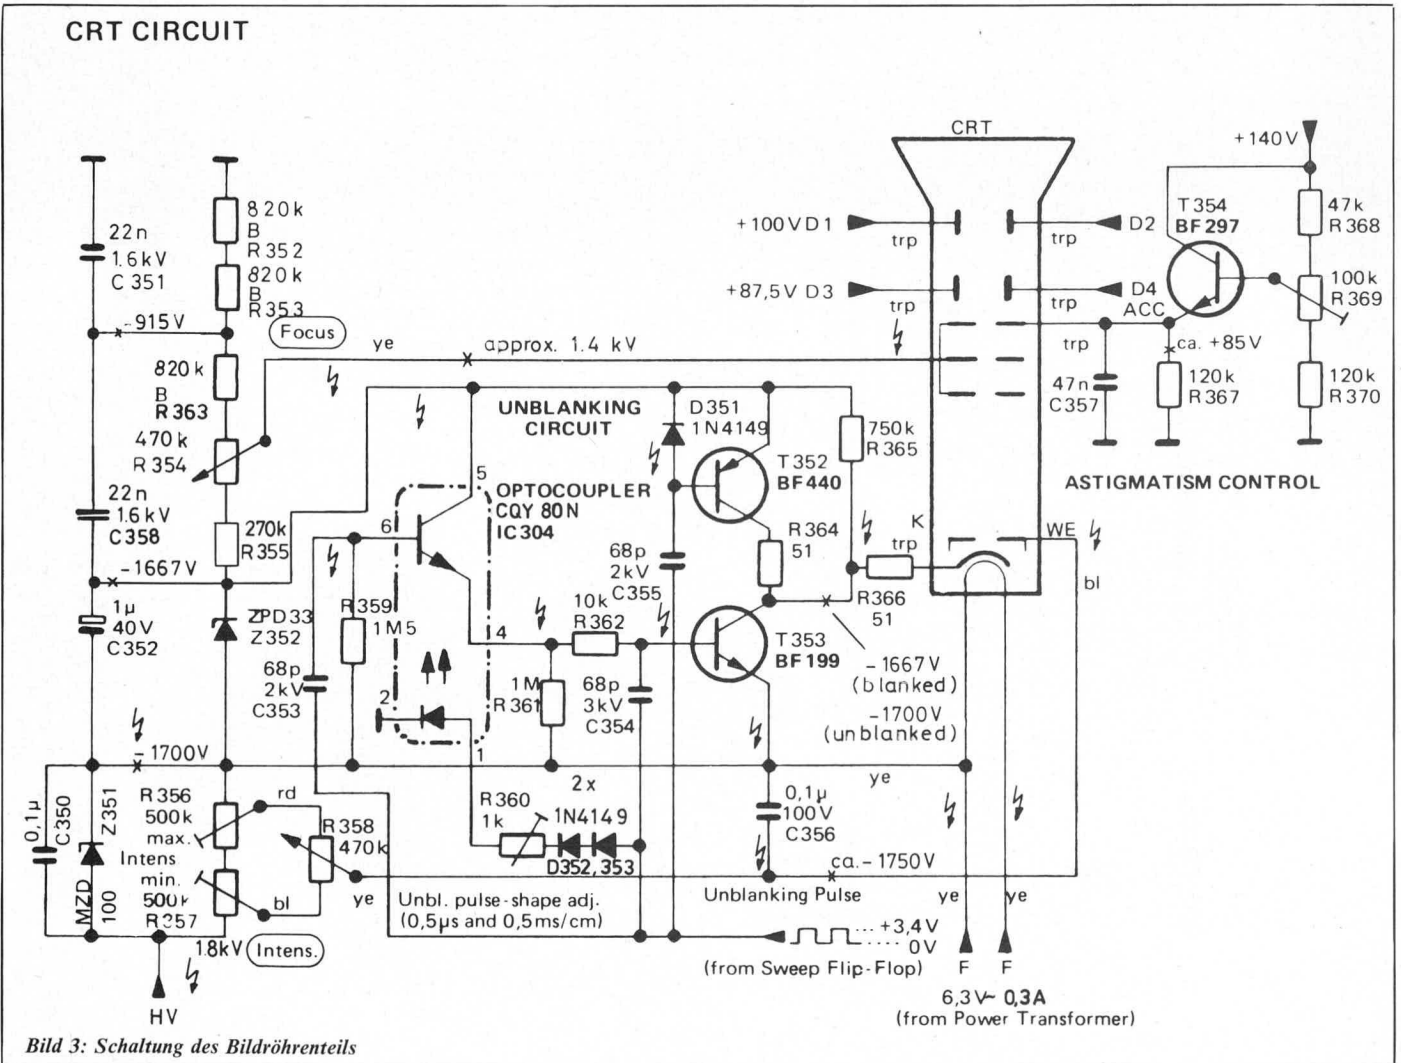

Bild 3: Schaltung des Bildröhrenteils
- Bildröhrenkreis (Bild 3)
c) Bildröhrenkreis (Bild 3)